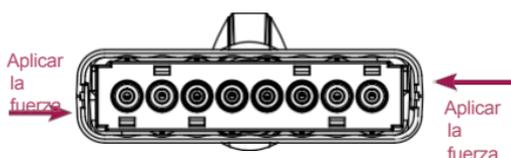

Imagen 4
3. Presione en el lado de conexión del collarín para soltar las conexiones a presión y abra el collarín de abajo arriba (imagen 4).